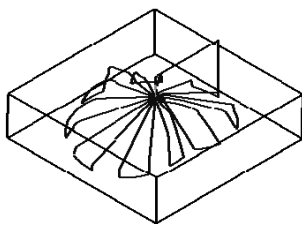

图 2-228 径向
- **【径向】**：刀具路径为多根放射线，在放射线末端用短连接过渡，如图 2-228 所示。